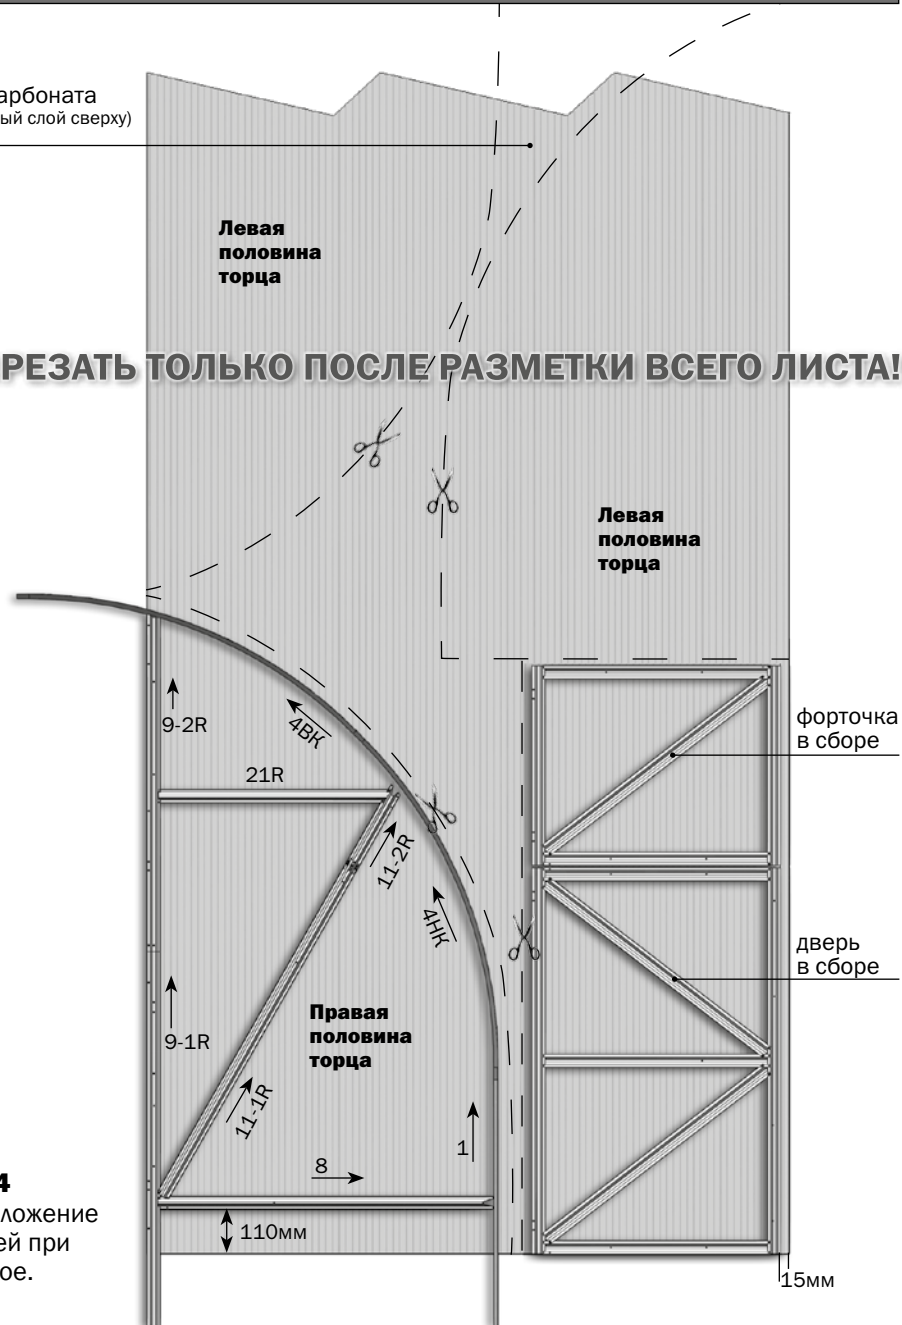
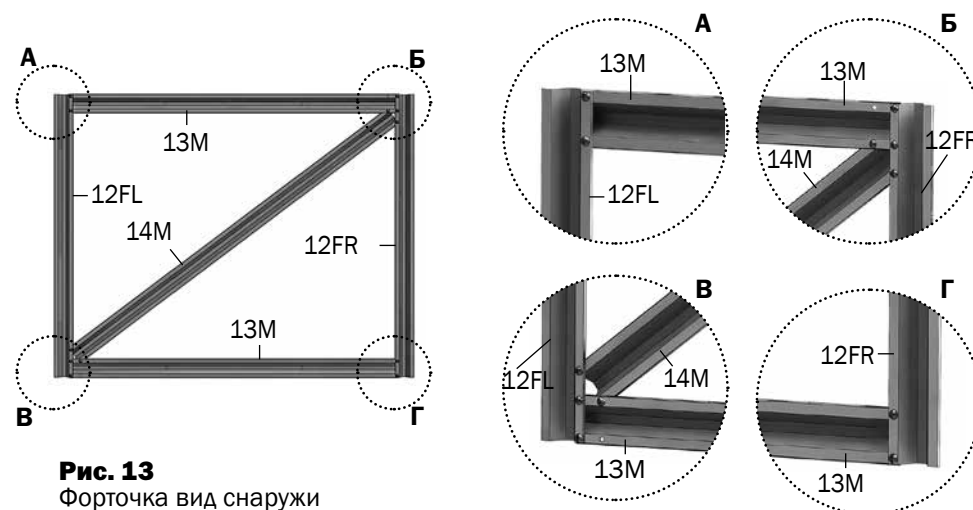
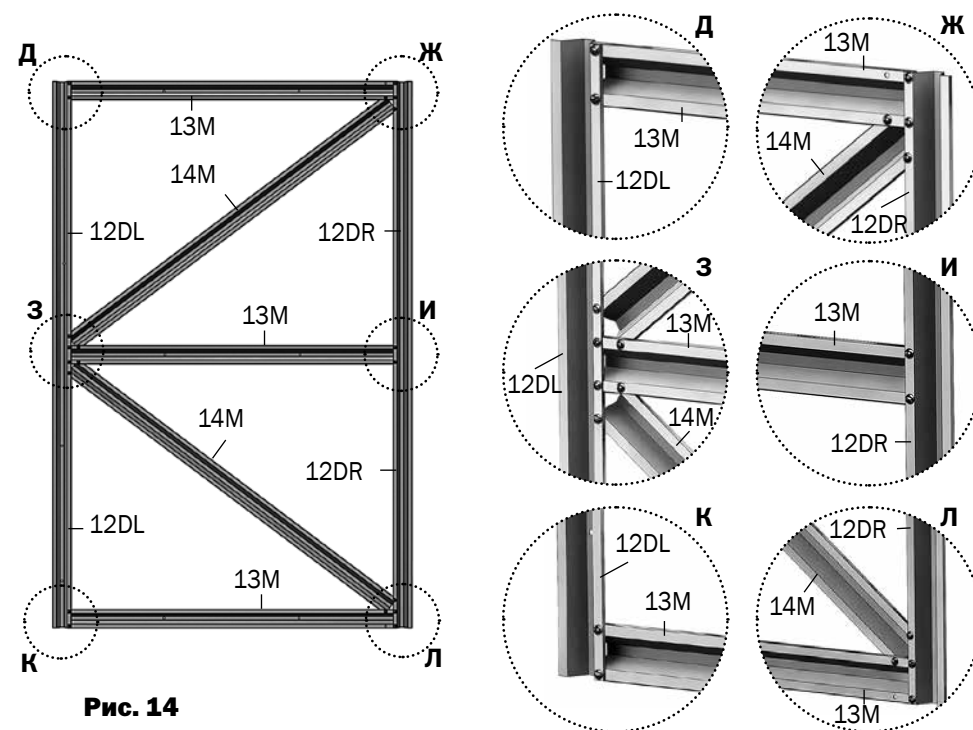

Рис. 4
Рис. 13
Рис. 14
детали 4 - см. Рис.4
детали 12...14 (дверь и форточка) - см. Рис.13,14
2. Первоначально надо раскроить лист покрытия для торцов. Для этого соберите двери, форточки (**рис.13, рис.14**) и половину торца из деталей дуг **4ВК, 4НК** и прямолинейных деталей **1, 8R, 11-1, 11-2R, 21R, 9-1R, 9-2R**, временно закрепив загнутые концы деталей **11-2** на отверстия дуги. Не снимая защитной плёнки с поликарбоната, разметьте места расположения деталей на листе покрытия в соответствии с **рис. 3 и рис. 4**
СООТВЕТСТВИИ С РИС.3 И РИС. 4**